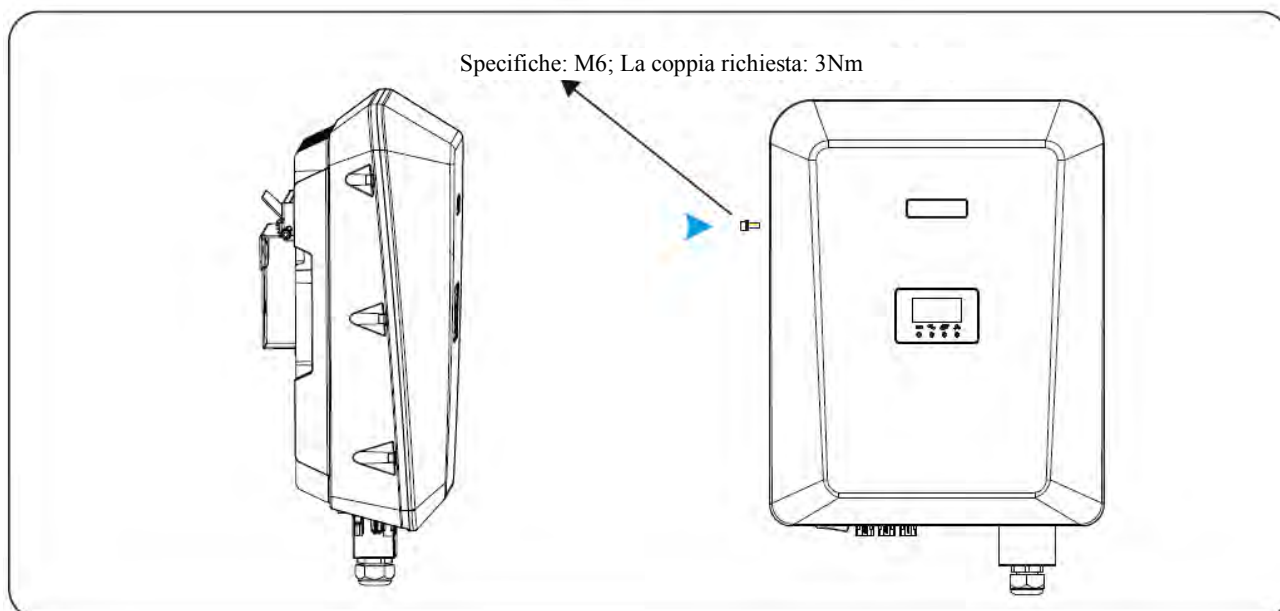

Figura 4.15 Fissaggio dell'inverter
**Fase 7** Bloccare l'inverter con il pannello posteriore e accertarsi che l'inverter sia fissato controllando la resistenza quando si esercita una leggera trazione, come mostrato nella Figura 4.15.